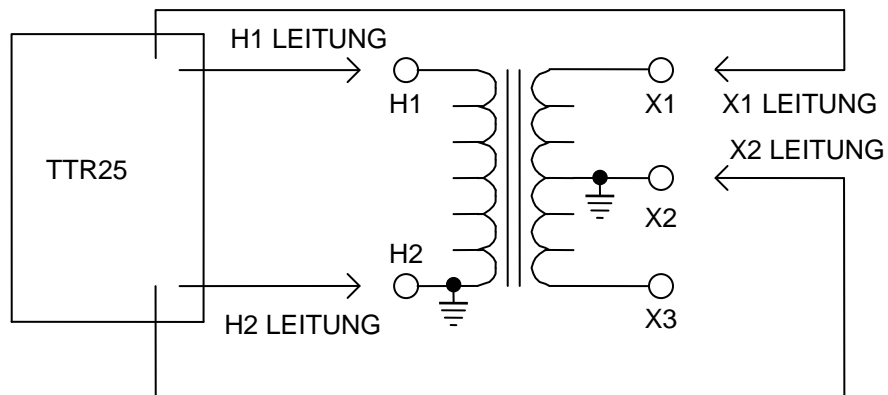

Abbildung 4-5 Anordnung für das Prüfen der X1 – X2 Wicklung eines Netztransformators (H2 und X2 geerdet)
3. Zum Prüfen der X1-X2 Wicklung, verbinden Sie entsprechend die mit X1 und X2 markierten Klemmen des Prüfkabels mit den X1 und X2 Anschlüssen des zu prüfenden Transformators. Sie können erwarten, dass die Polarität der Wicklung normal ist („+“ Zeichen erscheint vor dem Prüfergebnis für das Windungszahlverhältnis). *Siehe Abbildung 4-5.*